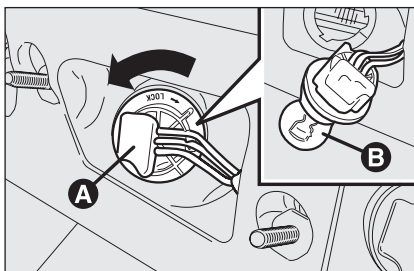
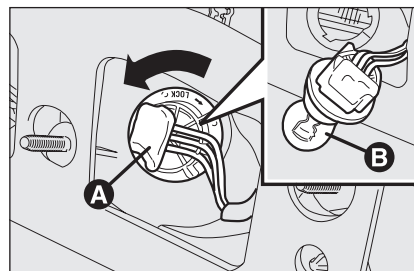

fig. 33
fig. 34
- ☐ tourner le porte-ampoule dans le sens inverse des aiguilles **A-fig. 33** oppure **A-fig. 34**, enlever l'ampoule **B** et la remplacer;